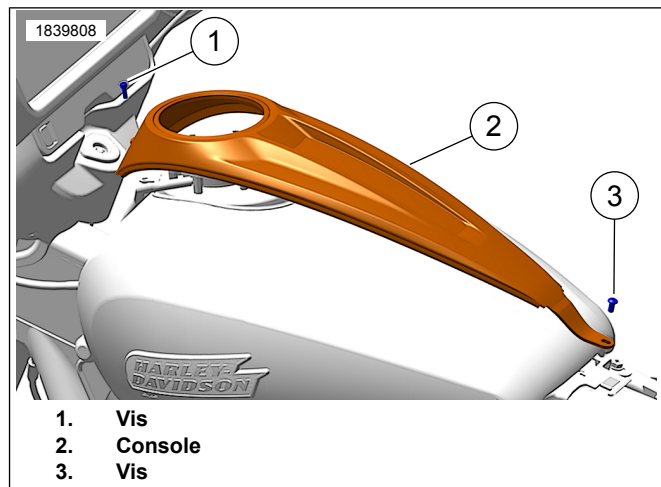

Figure 2. Installation de la console
1. Voir la Figure 2. Installer la console (2) en veillant à maintenir la gaine en place autour du tube de remplissage.
2. Installer la **nouvelle vis** (1) et la **nouvelle vis** (3). Serrer.